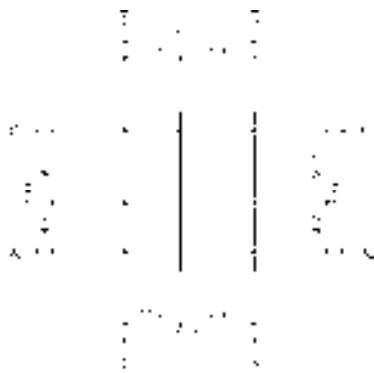

图 2-74 隐藏轴号
4) 重复上述操作, 继续对其他轴号执行隐藏操作, 结果如图 2-74 所示。